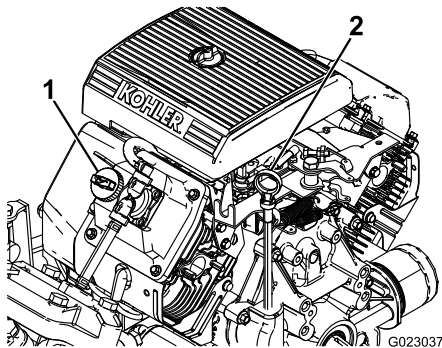

Bild 40
2. Nehmen Sie den Peilstab heraus und wischen Sie ihn mit einem sauberen Lappen ab (**Bild 40**). Stecken Sie den Peilstab in das Rohr und stellen Sie sicher, dass er vollständig eingeführt ist. Nehmen Sie den Peilstab heraus und prüfen Sie den Ölstand.
3. Wenn der Ölstand niedrig ist, nehmen Sie den Fülldeckel von der Ventilabdeckung ab (**Bild 40**) und füllen Sie Öl auf, bis der Ölstand die VOLL-Markierung am Peilstab erreicht. Gießen Sie Öl langsam ein und prüfen Sie den Ölstand häufig während des Füllens. Nicht überfüllen.
8. Gießen Sie ungefähr 80 % der angegebenen Ölmenge langsam in den Öleinfüllstutzen (**Bild 40**).